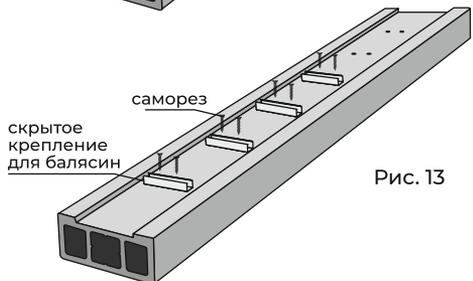

Рис. 13
Просверливаем отверстия сверлом (12), закрепляем крепления балясин (5) саморезами (11) (Рис. 13).